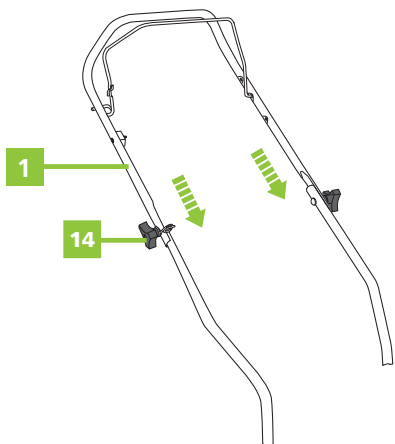
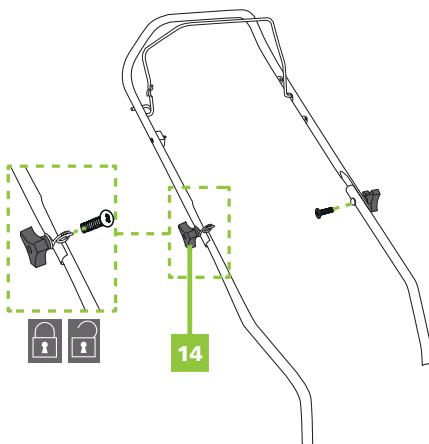

Figure 4
Figure 5
4. Place the upper handlebar bar (1) (Fig. 4) and tighten the controls (14) clockwise to hold it (Fig. 5). Posizionare il manubrio superiore (1) (Fig. 4) e serrare i comandi (14) in senso orario per tenerlo fermo (Fig. 5).